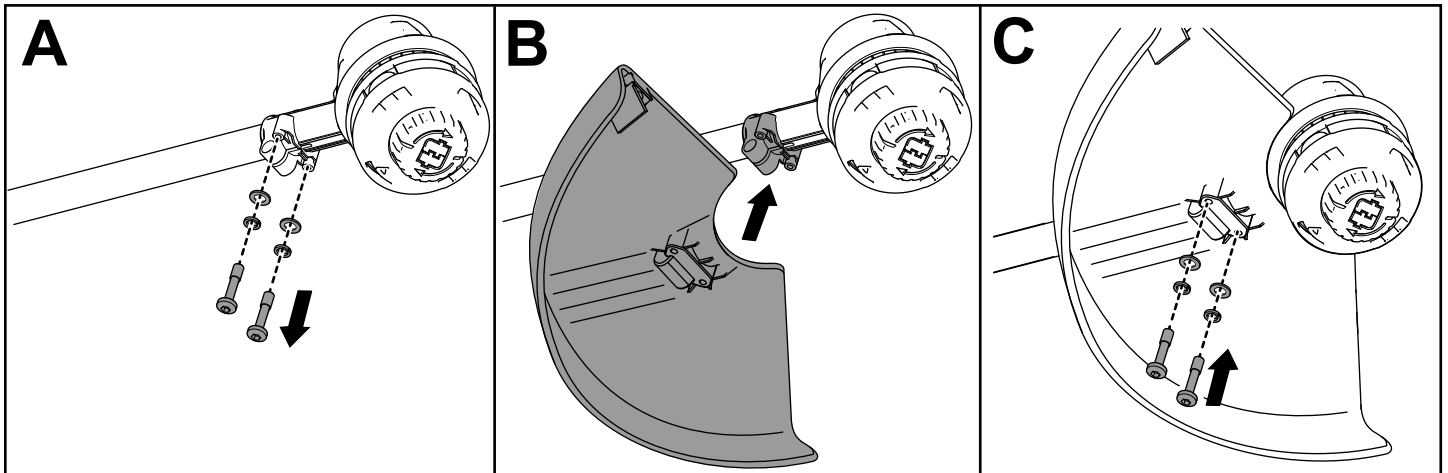

Figura 3
1. Usando la llave allen suministrada, retire los 2 tornillos allen, las 2 arandelas y los 2 espaciadores de la base de la desbrozadora (Figura 3, A).
2. Alinee el protector con la base de la desbrozadora (Figura 3, B).